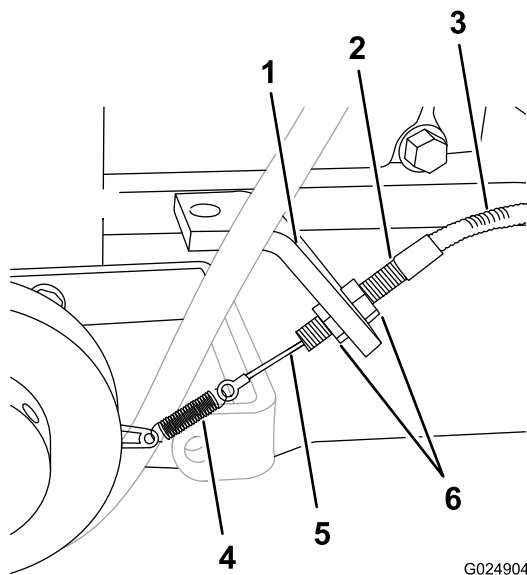

Figura 25
2. Afloje las 2 contratuercas que sujetan el tensor del cable del embrague al soporte del embrague, y gire las tuercas a los extremos de la rosca del tensor (Figura 25).
- Sujete el tensor con una mano y levante un poco la camisa del cable (Figura 25).
- Manteniendo la tensión en el cable, utilice la otra mano para girar las contratuercas hasta que estén apretadas contra el soporte del embrague (Figura 25).
- Apriete las contratuercas para sujetar el tensor al soporte (Figura 25).
- Afloje un poco las 2 contratuercas (Figura 25).
- Gire las contratuercas en sentido horario para aumentar la tensión del cable, o en sentido antihorario para reducir la tensión (Figura 25).
- Apriete las contratuercas para sujetar el tensor al soporte del embrague (Figura 25).